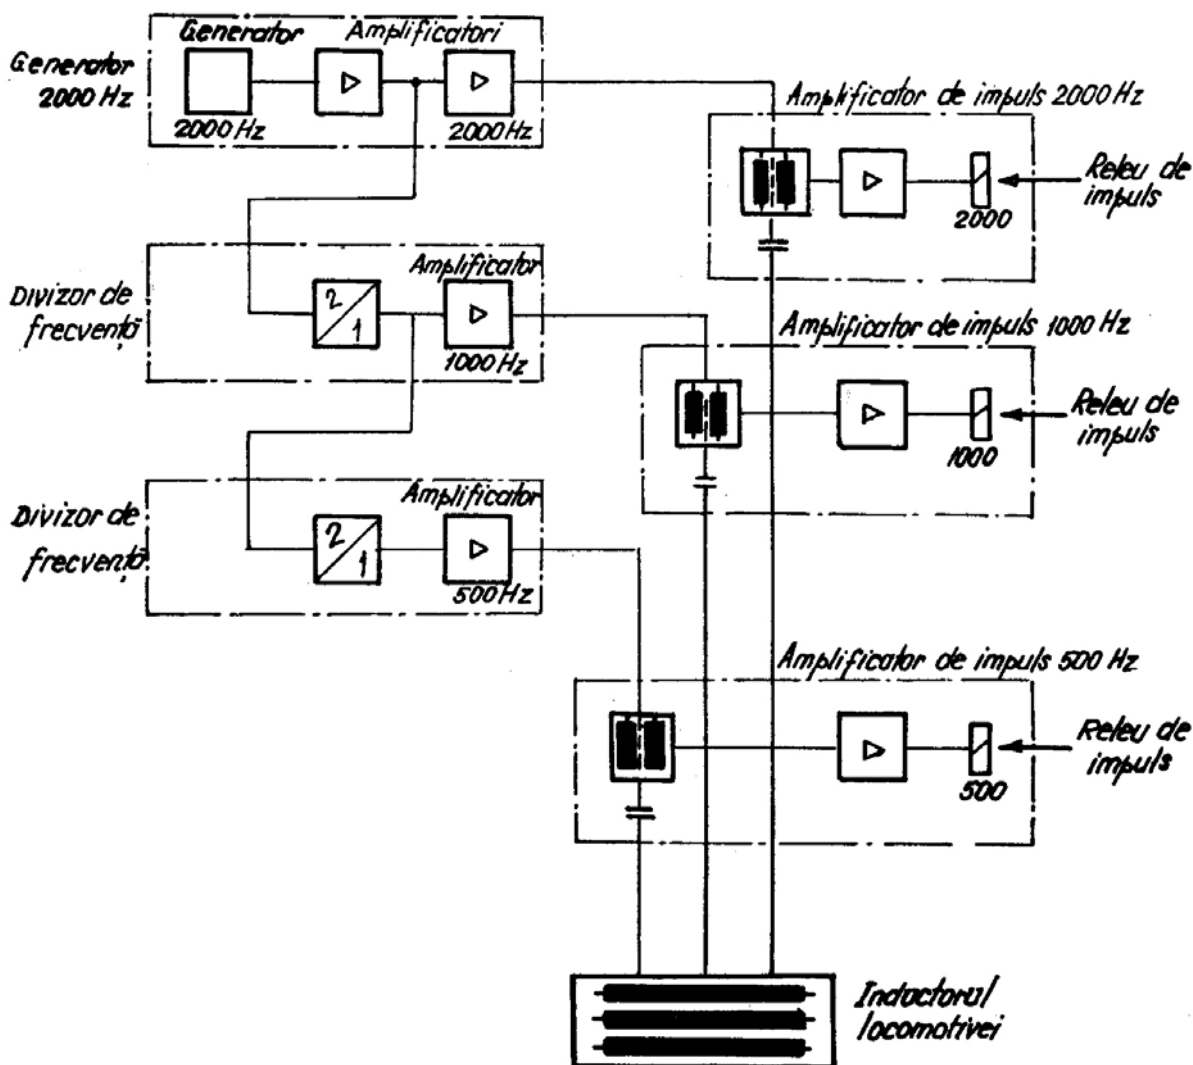

Fig. 1 Schema bloc a instalației INDUSI de pe locomotivă
1.1. DESCRIEREA GENERALĂ A INSTALAȚIEI ȘI A MODULUI DE FUNCȚIONARE (fig. 1)